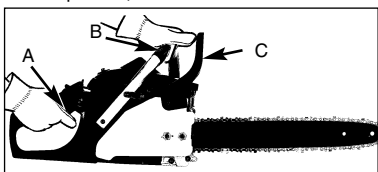

Рис. 10
3. Удерживая заднюю ручку правой рукой (Рис. 10).
4.левой рукой крепко удерживайте переднюю ручку (В) [не рукоятку тормоза цепи! (С)] (Рис. 10).
5. Отожмите курок дросселирования на 1/3, после чего резко нажмите на рукоятку тормоза цепи (С) (Рис. 10).